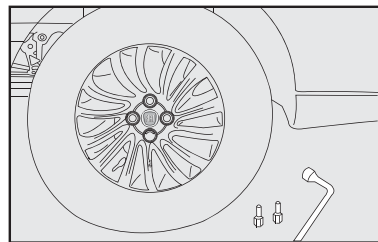

fig. 10
- 11) Apertar os parafusos utilizando a chave de roda específica **fig. 10**;